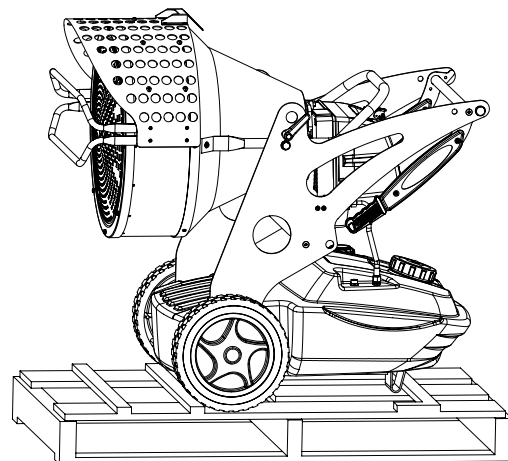

Abbildung 2 - Auf der palette
- Die Bänder entfernen, mit denen das Heizgerät an der Palette befestigt ist (Abb. 2).
- Der Generator entsprechend an der Palette befestigt werden (Abb. 2).
- Stellen das Gerät in geeigneten und nicht naßen Ort. Nicht mehr als 2 Geräte übereinanderlegen. Schicken das Heizgerät als Abbildung Abb. 1 oder wenigstens als Abb. 2.